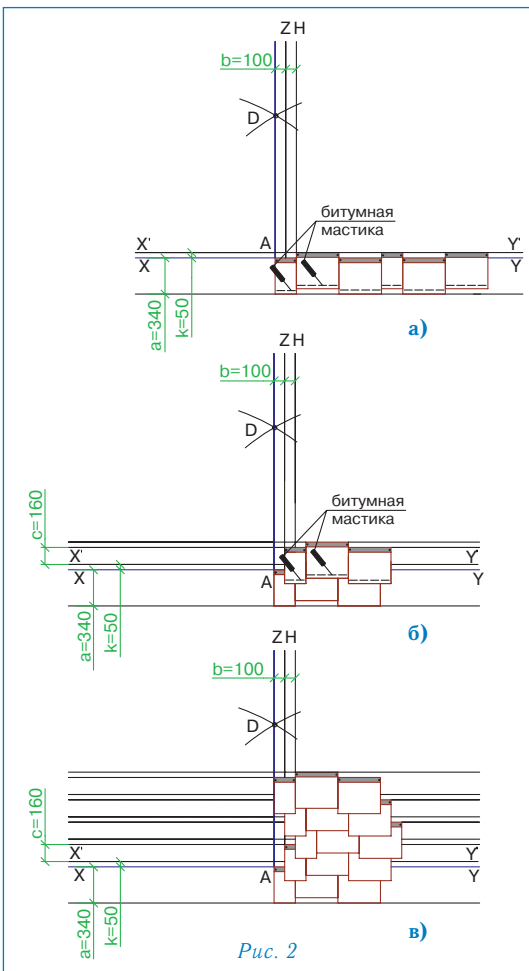

Рис. 2
Укладка материала (рис. 2)
- Укладка черепицы начинается от линии AD, при этом верхний край листов выравнивается по линиям XY и X'Y' (рис. 2а);
- листы укладываются встык и фиксируются двумя гвоздями на расстоянии 2,5 см от верхнего края (рис. 2а), по нижнему краю черепица фиксируется битумной мастикой;
- листы второго ряда черепицы укладываются от линии Z, их верхний край выравнивается по линиям, параллельным XY; каждый лист фиксируется двумя гвоздями (рис. 2б);
- третий ряд укладывается от линии H, четвертый — от линии Z, пятый — от линии AD, (рис. 2в);
Для крепления гибкой черепицы ПРЕСТИЖ ЗОДЧИЙ используются гвозди из нержавеющей стали улучшенного прилегания (ершеные) с гладкими широкими шляпками. Каждый лист ПРЕСТИЖ ЗОДЧИЙ крепится двумя гвоздями, в соответствии с рекомендациями, приведенными выше (рис. 2б).